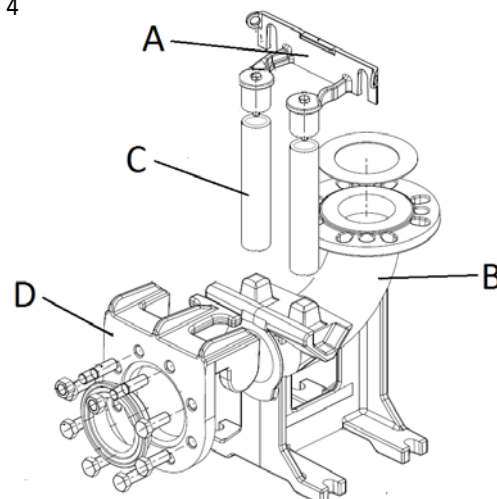

Fig. 5
- Montér låsekonsollen til styrerørene (fig. 5 - pos. A) på kanten af karret.
- Placér støttefoden for automatisk sammenkobling i bunden af brønden (fig. 5 - pos. B), og kontrollér ved hjælp af en lodline, at de koniske fremspring til indkobling af styrerørene er helt vinkelrette i forhold til låsekonsollens fremspring på kanten af karret. Kontrollér nivelleringsen ved hjælp af et vaterpas.
- Afmærk kærnhullernes placering i støttefoden, og mål styrerørenes nøjagtige længde (fig. 5 - pos. C).
- Montér specialflangen (fig. 5 - pos. D) med skydemekanisme på pumpens forsyningsstuds, og fastgør wiren eller kæden til håndtaget eller kærnhullet øverst på pumpehuset.